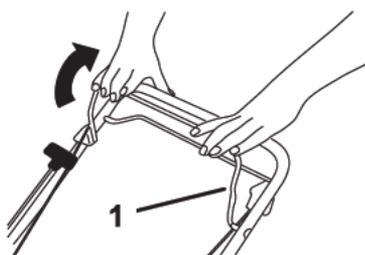

Figura 12
2. Sostenga la barra de control de encendido de la cuchilla (Figura 12) contra el mango.